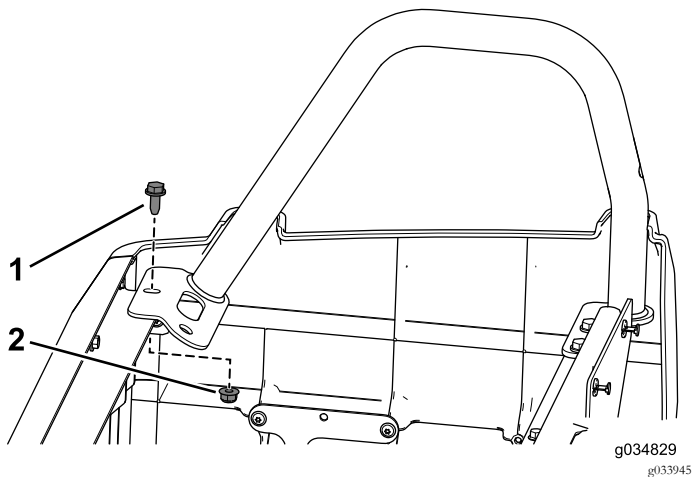

Figure 90
11. Avec le boulon à embase ($\frac{3}{16}$ " x $\frac{3}{4}$ ") et l'écrou à embase retirés précédemment, fixez le dispositif de retenue du bassin arrière droit à la base de l'ensemble sièges (Figure 90).